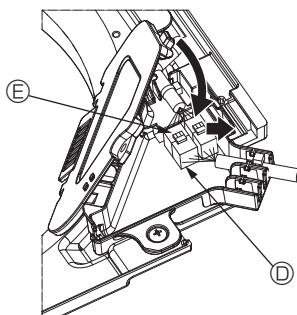

Fig. 5-10
- ③ Nadat de bedrading in de schakeldoos is verbonden, sluit u de kap van de schakeldoos. Zorg ervoor dat de draden niet klem komen te zitten. (Fig. 5-10) Wanneer u de kap van de schakeldoos sluit, schuift u de kap in de richting van de pijl en zorgt u ervoor dat het uitstekende deel er goed invalt.
① Kap schakeldoos
② Schakeldoos
③ Bevestigingsschroef
④ Connector voor verbinding
⑤ Connector voor bedrading van de waaiermotor
⑥ Bevestigingsbandje